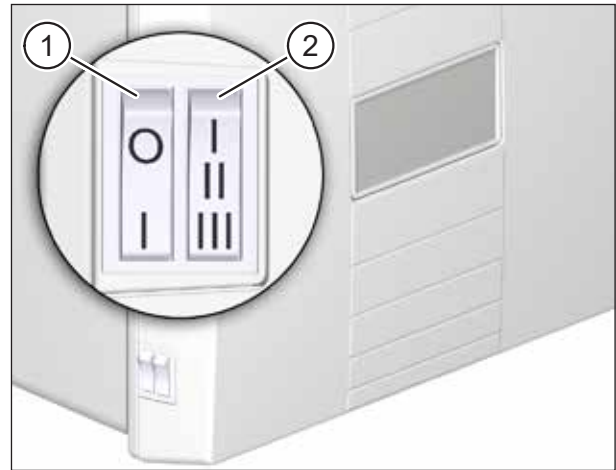

Abb. 11: Bedienungselemente am Lüftungsgerät
Mit dem Stufenschalter (Pos. 2 in Abb. 11) lassen sich vier verschiedene Lüftungsstufen/-programme (siehe auch Kapitel 10 auf Seite 28) einstellen, wobei die maximale Lüftungsstufe über eine Schaltfolge aktivierbar und zeitlich begrenzt ist.
- Die am Stufenschalter (Pos. 2 in Abb. 11) gewählte Leistungsstufe wird auch mit der jeweiligen LED am Tastsensor InControl signalisiert.
- ▶ Schalten Sie das Lüftungsgerät am Netzschalter (Pos. 1 in Abb. 11 auf Seite 22) ein.
- mit dem Stufenschalter (Pos. 2 in Abb. 11 auf Seite 22) am Lüftungsgerät (siehe Abschnitt 7.1 auf Seite 22)
Das Lüftungsgerät läuft auf maximaler Lüftungsstufe (97 m³/h). Nach ca. 15 min oder durch Drücken einer anderen Taste bzw. durch erneutes Ausführen der Schaltfolge I-II-I am Stufenschalter (Pos. 2 in Abb. 11 auf Seite 22) wird die Intensivlüftung beendet und das zuvor eingestellte Lüftungsprogramm wieder aufgenommen.